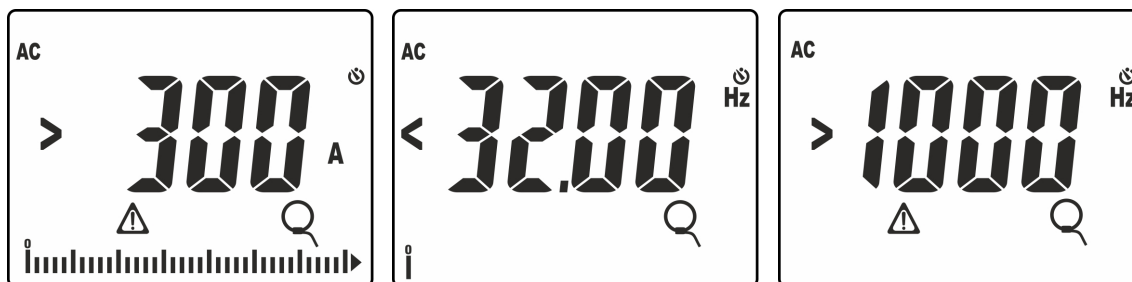

Fig. 39: Situations anormales sur la mesure de courant avec transducteurs à pince
11. Le message «>300A» indique que la valeur du courant mesuré est supérieure au fond d'échelle configuré (300A dans le cas de la Fig. 39). Si les messages «<32.00Hz» ou «>1000Hz» sont affichés, la valeur de la fréquence du courant mesuré se trouve en dehors de l'intervalle de mesure **32Hz - 1000Hz**.